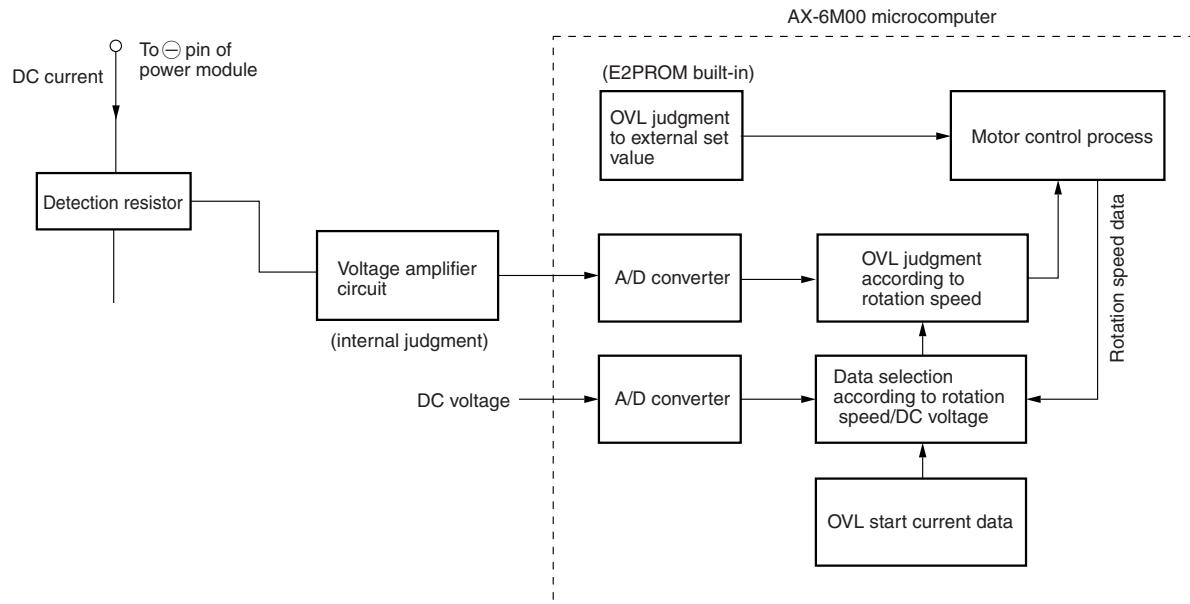
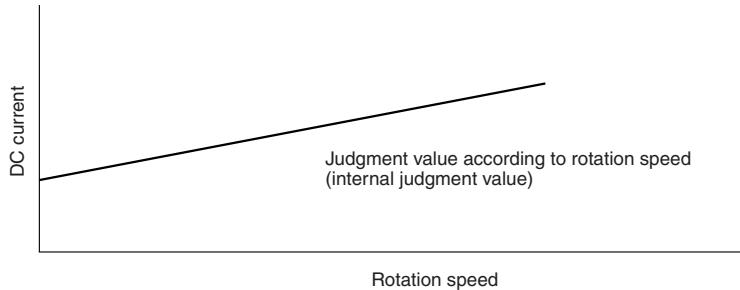

Fig. 8-1 Overload control system configuration
Fig. 8-2
- Comme représenté sur le diagramme, lorsqu'un courant dépassant 24 A circule, la tension présente au point A détectée par la résistance de détection est appliquée à la broche ⑩ de INV-HIC, puis la tension interrompue par R41 et R43 est appliquée à la broche ⑨ de IC1. Étant donné que cette tension dépasse la tension de seuil de IC1, une tension LO est délivrée par la broche ⑧ (tension présente au point B). Lorsque la tension LO est appliquée à la broche ⑨ du microprocesseur, le microprocesseur coupe la sortie de commande.
- Fig.8-1 shows the overload control system configuration, and Fig. 8-2 shows characteristics diagram of overload judgment value. There are two judgments. One is external judgment: External set value and DC current value are compared for judgment regardless of rotation speed. The other is internal judgment: set value varying according to rotation speed programmed in microcomputer is compared with DC current value for judgment.